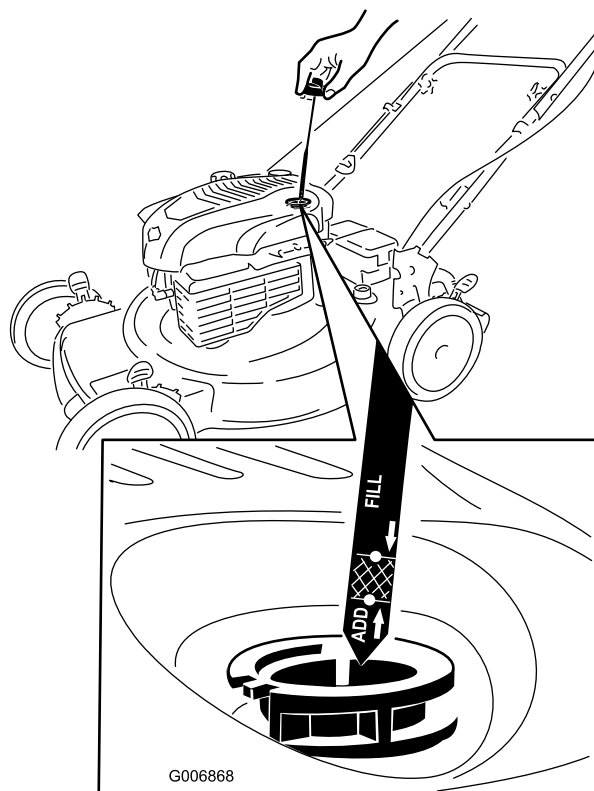

Figure 12
1. Retirez la jauge, essuyez-la sur un chiffon et remettez-la dans le goulot de remplissage (Figure 12).
2. Sortez de nouveau la jauge et contrôlez le niveau d'huile (Figure 12). Si le niveau n'atteint pas le repère **minimum** (Add) de la jauge, versez **lentement** suffisamment d'huile dans le goulot de remplissage pour faire monter le niveau au repère **maximum** (Full). **Ne remplissez pas excessivement.** (Remplissage max. : 0,59 l (20 onces), type : huile détergente SAE 30W de classe de service API SF, SG, SH, SJ, SL ou supérieure.)